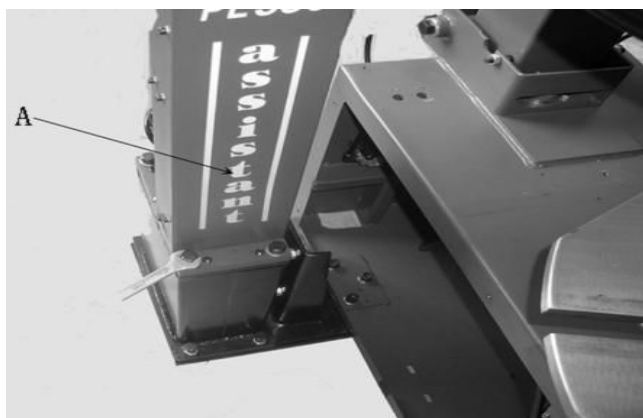

Рис. 7-3
7.1.4 Установите кронштейн корпуса (Рис.7-3 А) в гнездо. Совместите. Зафиксируйте и затяните с помощью болта, который вынули до этого. Рис.(7-3)